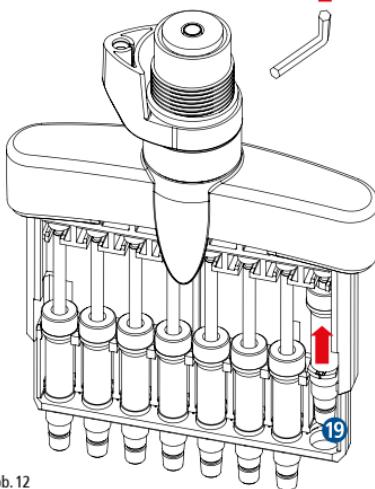
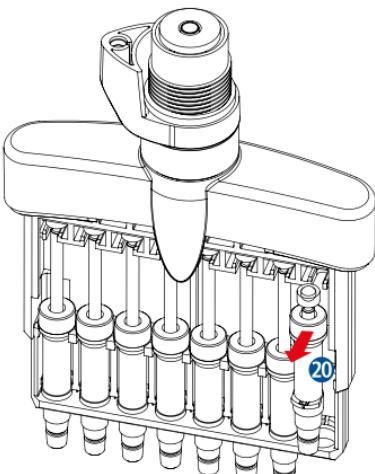

Abb. 12
Abb. 13
- Der Kolbenzylinder 19 wird nach oben geschoben (Abb. 12), die gesamte Kolteneinheit 20 lässt sich nun einfach nach vorn entnehmen (Abb. 13) und äußerlich mit einer alkoholischen Desinfektionslösung reinigen (z.B. Desderman® Pure Handdesinfektionsmittel von Schülke & Mayr).